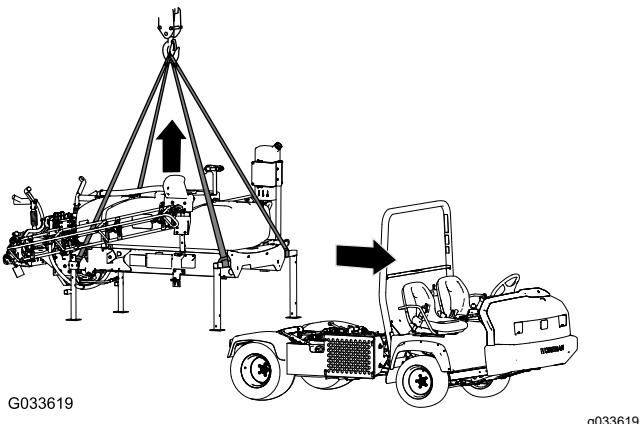

Figure 102
- 5. Fixez le matériel de levage aux tubes horizontaux des pieds de support avant et le montant vertical aux pieds de support arrière (Figure 102).
- 7. Levez le patin de la cuve à une hauteur suffisante pour éviter le patin de la machine (Figure 102).
1. Abaissez les rampes à 45° environ et faites les pivoter en avant (Figure 102).